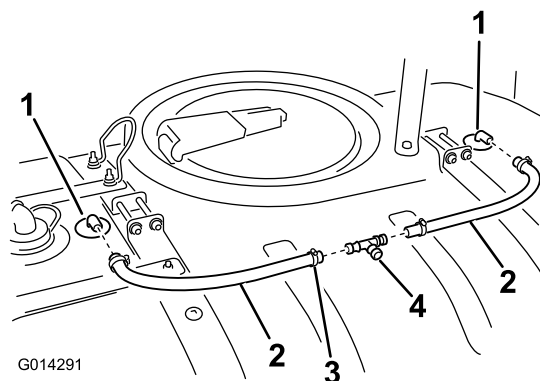

Bild 23
2. Stecken Sie eine Schlauchklemme auf ein Ende jedes Schlauchs (Bild 23).
3. Befestigen Sie jeweils ein Ende der Schläuche mit einer gezahnten Spüldüse (Bild 23).
3. Befestigen Sie die 2 geraden Enden des T-Anschlussstücks mit den bereits vorher montierten (siehe Bild 23) offenen Schlauchenden der SpüldüsenSchläuche.